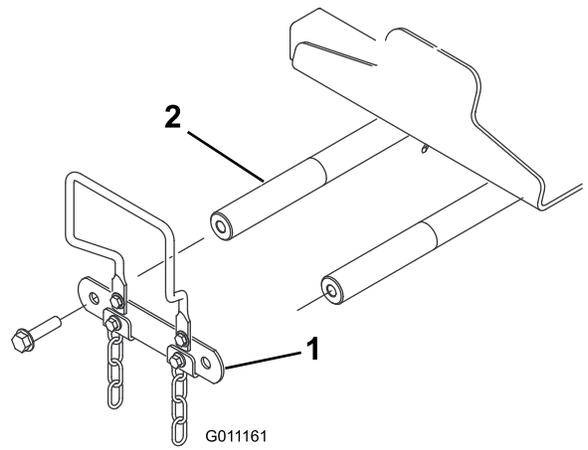

图 13
1. 卸下将提升臂枢轴连杆固定至提升臂枢轴的 2 个螺栓卸下并保留枢轴连杆和螺栓图 13。